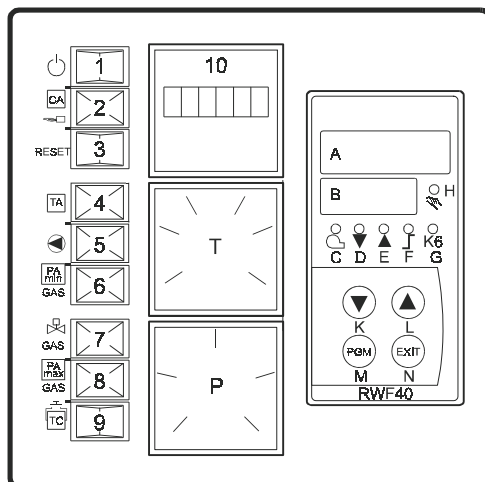

Рис. 24 Панель управления для исполнения с электронным плавным Регулированием (исполнение EM)
- e Микроамперметр с пределами измерения от 0 до 50 мкА включите последовательно в цепь обнаружения пламени (см. рис. 24). При измерении ионизации главная горелка должна оставаться выключенной. Для того, чтобы добиться этого, отсоедините сетевой газовый клапан путем удаления электрической перемычки (4a). Удалите перемычку ионизации (5). Присоедините черный провод (-)(A) микроамперметра к самому слаботочному контакту перемычки (B) (см. рис. 24). Присоедините красный провод (+)(C) микроамперметра к слаботочному контакту ионизирующего колпачка (D). При ионизации вспомогательной горелки показание должно быть не менее 5 мкА в течение 10 секунд. Восстановите первоначальное состояние проводников, подключаемых к главному газовому клапану. Повторите операцию контроля, включив максимальный режим работы котла. Убедитесь в том, что показание микроамперметра составляет по меньшей мере 5 мкА спустя 10 секунд.